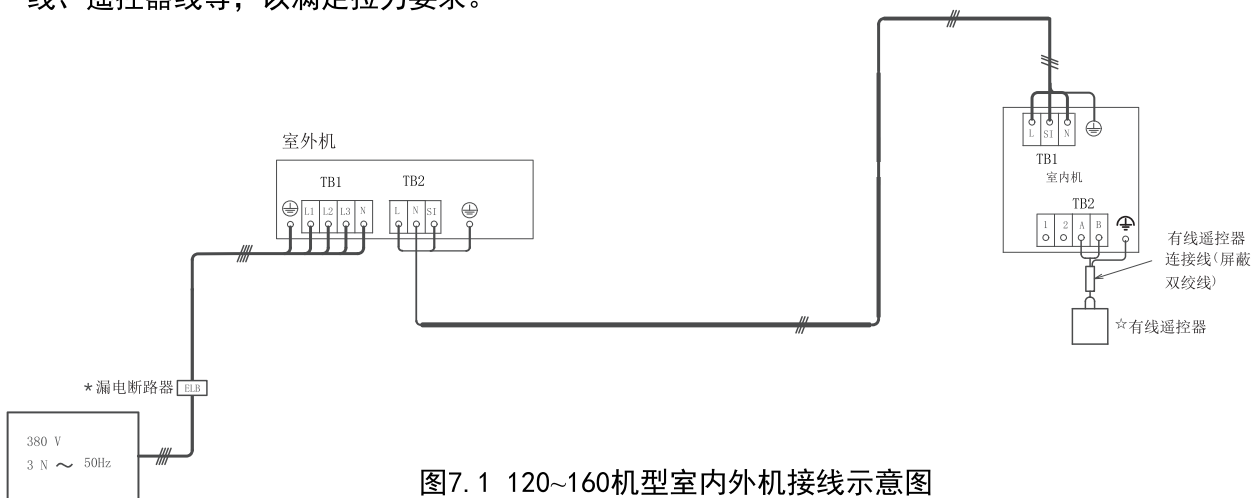

图7.1 120~160机型室内外机接线示意图
- (1) 打开电控箱盖。
- (2) 穿过电控箱接线孔和固线夹，连接信号接收器到内机电控箱主机板的CN20插座或者TB2端子排上。
- (3) 连接室内外机的强电连接线，穿过电控箱穿线孔和固线夹，连接室内外连接线到电控箱内相应端子上，保证室内外端子标号一一对应，参照外机接线图7.1。室内机外机连接线规格见表7.1。
- (4) 用固线夹紧固电控箱的电源线、内外机连接线、遥控器线等，以满足拉力要求。
- (1) 连接电源线到室内机和室外机电器箱内的端子排上。并且连接地线到室外机的电器箱内。另外，在连接地线到室内机电器箱的接地螺栓上时，参照图7.1。
- (2) 禁止在维修盖前面的紧固螺钉上接线。
- (3) 连接室内机和室外机之间的配线，检查确保每个端子排上端子压接线的拉力。
- (4) 从电源接线中分离室外机和室内机之间的控制线，保持距离大约在5到6厘米以上，并且控制线不能与电源线并行。现场连接的电线及电源线最小线径见表7.1。
- (5) 每个系统单独安装主开关和ELB，并选择反应时间在0.1秒之内的高灵敏度ELB。推荐的容量见表7.2。